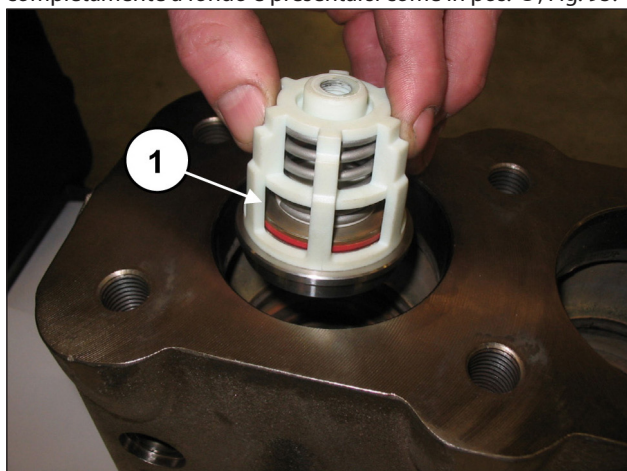
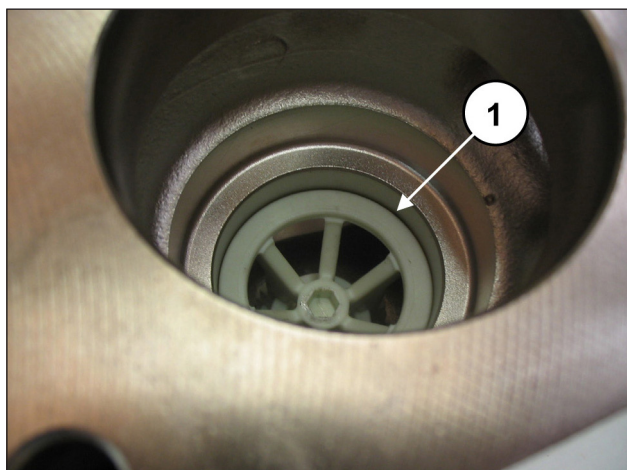

Fig. 94
Fig. 95
Inserire il gruppo valvola di aspirazione (pos. ①, Fig. 94) e successivamente il distanziale (pos. ①, Fig. 95).
Il gruppo valvola completo deve essere inserito completamente a fondo e presentarsi come in pos. ①, Fig. 95.